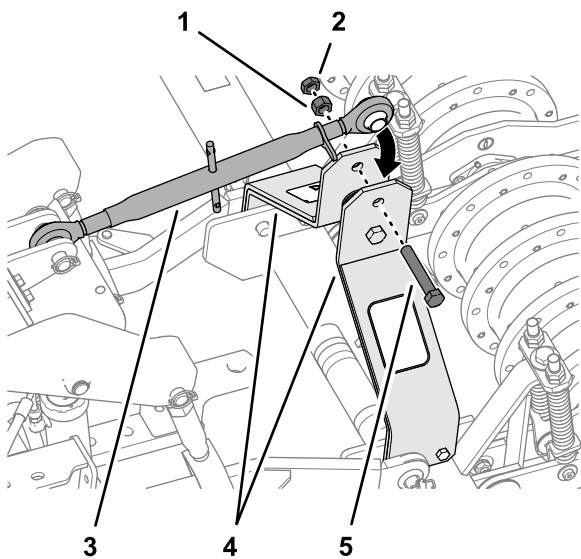

Figure 18
6. Assemblez l'autre extrémité du tirant supérieur de l'attelage 3 points sur les bras de levage de l'aérateur (Figure 18) à l'aide du boulon (3/4" x 4"), de l'écrou (3/4") et de l'écrou de blocage (3/4").